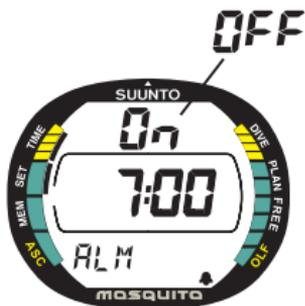

Fig. 4.6. Funzione Imposta Orario Allarme attivata.
2. Attendere due secondi fino all'attivazione automatica della funzione ALM Imposta Orario Allarme. Appare l'ora selezionata e l'indicazione di attivazione (On/OFF) sul display inizia a lampeggiare (Fig. 4.6.)